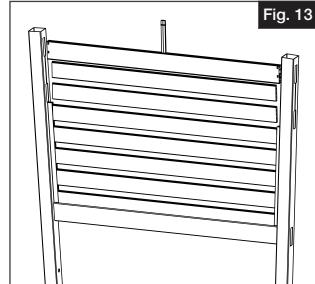

Fig. 13
- Installer les planches de remplissage à l'horizontale et la traverse médiane assemblée avec montants comme indiqué (Fig. 13).